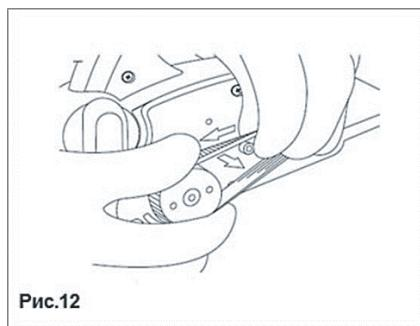

Рис.12
- Повільно повертуючи шків однією рукою, іншою обережно зніміть ремінь зі шківів. (Рис.12) Для встановлення ременя акуратно одягніть його спочатку на один шків, потім на іншій.